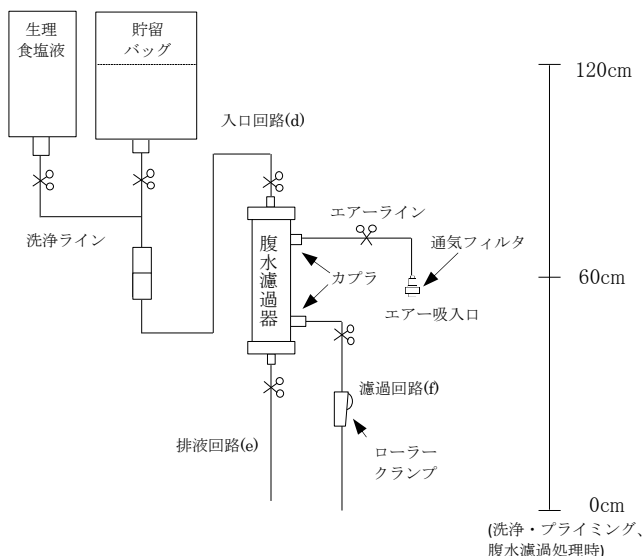

図7 内圧濾過法(落差式)の回路図
- *1) 本品をイルリガドル台のホルダーに取り付ける。(以降の手順に従い、図7の通り接続する)